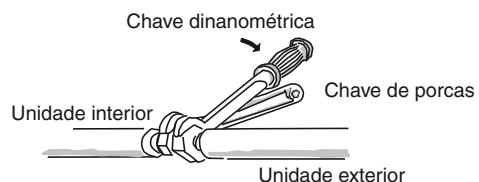

Fig.5-6
- (2) Para apertar as porcas afuniladas, aplique o binário como indicado.
- Quando retirar as porcas afuniladas das ligações da tubagem, ou quando as apertar depois de ligar a tubagem, certifique-se de que utiliza 2 chaves ajustáveis ou chaves de porcas. (Fig. 5-6)